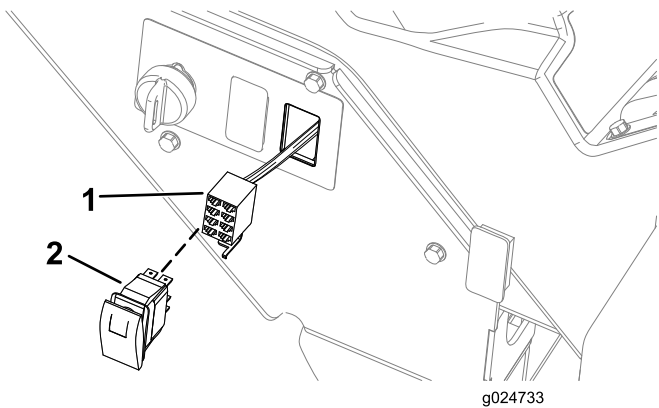

Figura 44
3. Conecte el conector hembra de 8 vías del arnés de cables al conector de 8 pines planos del interruptor de las luces de emergencia (Figura 44).